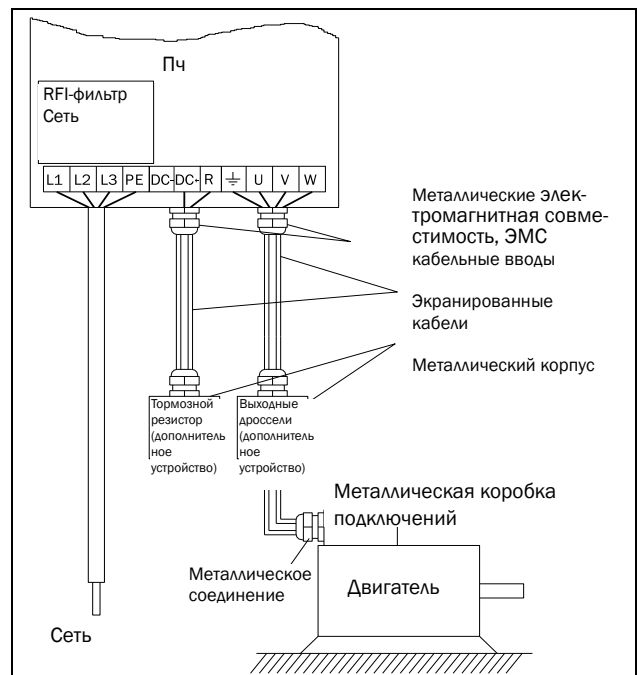

Рис. 52 Подключение кабелей двигателя и сетевого питания
1. Подключите сетевую кабель в соответствии с Рис. 52. Преобразователь частоты в стандартном исполнении оснащен сетевым фильтром помех категории 3, который соответствует промышленному применению.
2. Подключите кабели двигателя в соответствии с Рис. 52. Согласно Нормам EMC, необходимо использовать экранированные кабели и подключить экран кабеля двигателя с обеих сторон: к корпусу двигателя и корпусу преобразователя частоты.